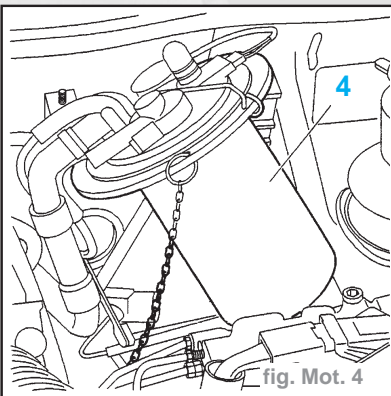

fig. Mot. 4
- Mettre en place l'outil (4) (protecteur pour puits d'aspiration et réservoir LHM, 9004-T) (fig. Mot. 4).